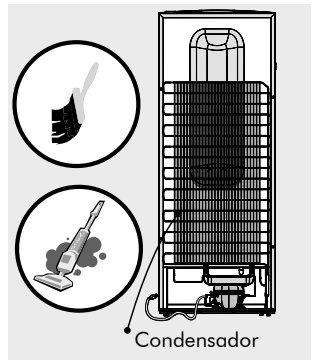

Figura 73
- No coloque objetos en el condensador (parrilla negra ubicada en la parte de atrás del refrigerador), esto evita la disipación del calor y disminuye la eficiencia del refrigerador. (Figura 73)
- Nunca trate de desprender con ayuda de palancas, cuchillos u otras herramientas, las cubetas con hielo o alimentos que se han adherido al congelador, pues podría provocar daño no cubierto por la garantía. (Figura 73)